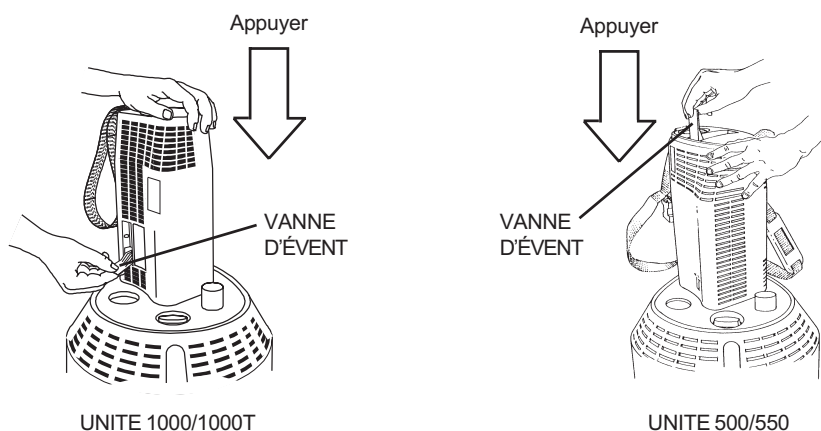

Figure 11
6. Tout en maintenant l'unité portable en position de remplissage, soulever le levier de la vanne d'évent en position d'ouverture (90° par rapport à la position normale d'arrêt). Cela provoque un sifflement relativement fort (*Figure 11*).